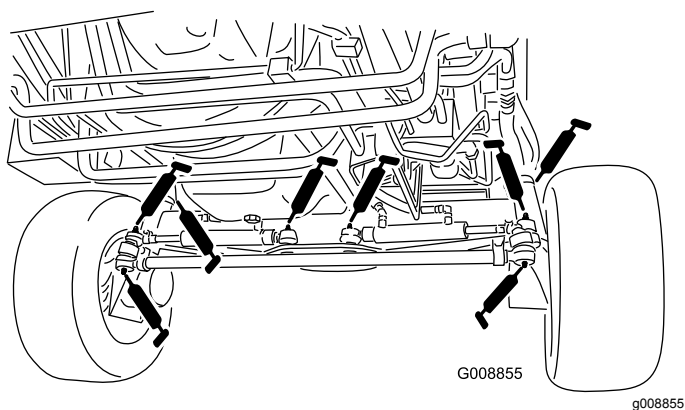

Figura 78
- 4 giunti a sfera del cilindro di sterzata (Figura 78)
- 2 giunti a sfera del tirante (Figura 78)
- 2 boccole del perno del fuso a snodo (Figura 78)